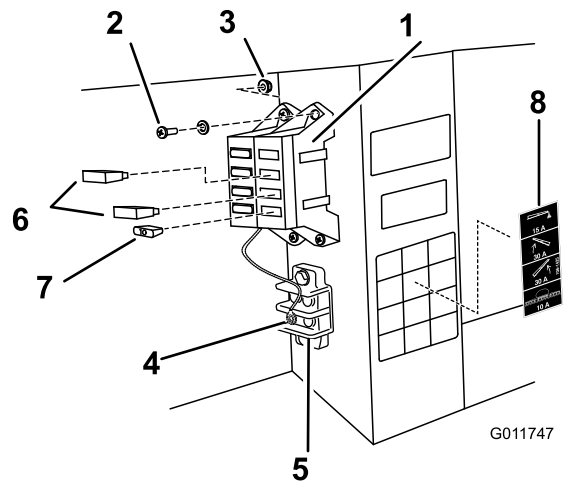

図 12
8. スター・ワッシャをはさんで、アース線 (黒) を車体フレームの内側についている 1/4 in ボルトに接続する (図 12)。
10. ネジ2本 (#10-24 x 3/4 in) とロックナット2個 (#10-24) を使い、図 12のように、既存
- A. 左用と右用のブーム昇降ヒューズ取付場所にそれぞれ30 Aサーマル・ブレーカを取り付ける(図 12)。
- B. 散布システム用電源ヒューズ取付場所10 A ヒューズを取り付ける(図 12)。